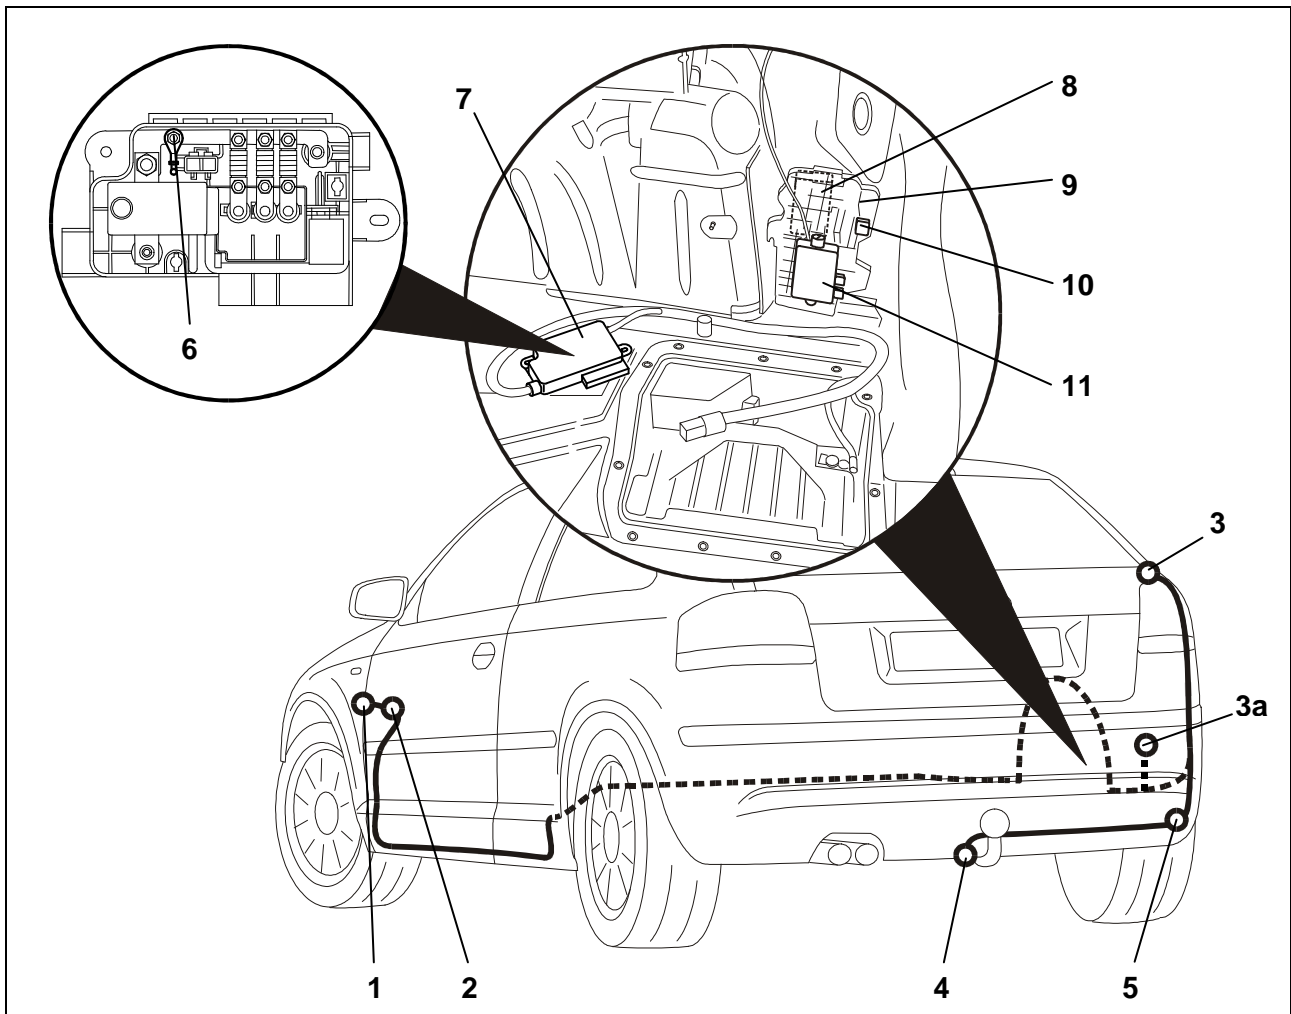

Abb. 1: Einbauübersicht
3. Die fahrzeugseitige 40 mm Lochabdeckung unterhalb der rechten Rückleuchte im Bodenblech (Abb. 1/5) entfernen.
4. Das Leitungsende mit dem 16-poligen und 3-poligen Stecker von außen durch die Kabel-Durchführung zum Geräteträger (Abb. 1/9) verlegen.
5. Die Gummitülle in die Kabel-Durchführung (Abb. 1/5) einsetzen.
6. Das Steckdosenende des Leitungssatzes zum Steckdosenhalteblech (Abb. 1/4) verlegen.
9. Die Steckdose mit den beiliegenden Schrauben am Halteblech (Abb. 1/4) festschrauben.
10. Das Anhängeranschlussgerät (Abb. 1/11) unten auf der Vorderseite des Geräteträgers (Abb. 1/9) einstecken.